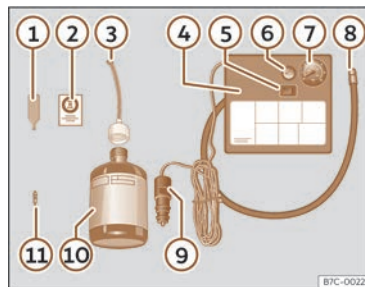

Fig. 237 Représentation standard : contenu du kit anticrevasion.
Le kit anti-crevaison se trouve dans le coffre à bagages, sous le revêtement de plancher. Il inclut les éléments suivants >>> fig. 237 :
• Dévissez le capuchon et l'obus de la valve du pneu. Utilisez l'appareil >>> fig. 237 ① pour extraire l'obus. Placez-le sur une surface propre.
- Agitez fortement la bouteille de produit de colmatage des pneus >>> fig. 237 ⑩.
- Vissez le tuyau de gonflage >>> fig. 237 ③ sur la bouteille de produit de colmatage. Le plombage du goulot de la bouteille est automatiquement percé.
- Retirez le bouchon du tuyau de remplissage >>> fig. 237 ③, puis vissez l'extrémité ouverte du tuyau sur la valve du pneu.
- Placez de nouveau l'obus avec l'outil >>> fig. 237 ① sur la valve du pneu.
- Vissez le tuyau de gonflage du pneu du compresseur >>> fig. 237 ⑧ sur la valve du pneu.
- Vérifiez si la vis d'évacuation d'air est serrée >>> fig. 237 ⑥.
- Branchez le connecteur >>> fig. 237 ⑨ à la prise de courant de 12 volts du véhicule >>> page 248.
- Raccordez le compresseur d'air au commutateur ON/OFF >>> fig. 237 ⑤.
- Collez l'autocollant >>> fig. 237 ② sur le combiné d'instruments, dans le champ de vision du conducteur.
Revissez le tuyau de gonflage >>> fig. 237  et vérifiez la pression du manomètre .